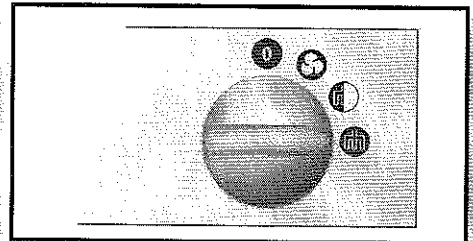

Fig. 7
- ▶ fig.7- Potencia máxima
El aparato posee un dispositivo de seguridad que interviene en caso de recalentamiento del aparato. Si el dispositivo de seguridad se enciende, dejar enfriar el aparato y buscar la causa del inconveniente. Resetear el aparato pulsando el botón .RESET. (Fig.7-Pag.1) utilizando una pequeña punta. Si el problema persiste, contactar el servicio de asistencia.